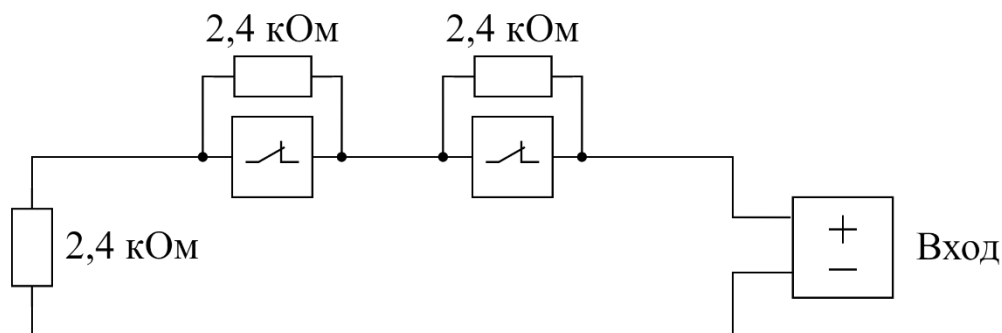

Рис. 8
- Схема подключения датчиков с **нормально замкнутыми** внутренними сухими контактами представлена на рис. 8.